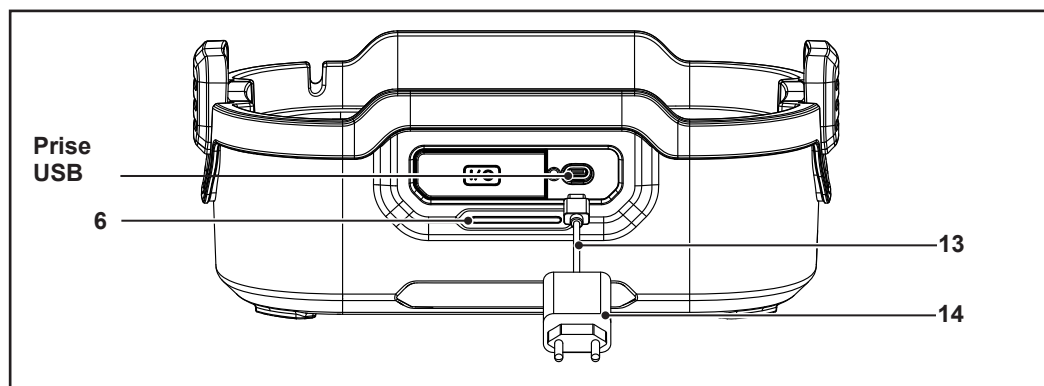

Fig. 1
2. Brancher le câble de charge USB (13) sur le bloc d'alimentation (14).
3. Ouvrir le cache de la prise USB (5) et brancher le câble de charge USB (13) sur la prise (Fig. 1).
4. Brancher le bloc d'alimentation (14) sur une prise électrique adaptée. Le cycle de charge commence et l'indicateur de batterie (6) clignote en vert.
5. Une fois la charge terminée, l'indicateur de batterie (6) reste allumé en vert. Débrancher le câble de charge USB (13) et fermer le cache de la prise USB (5). L'appareil est prêt à l'emploi.